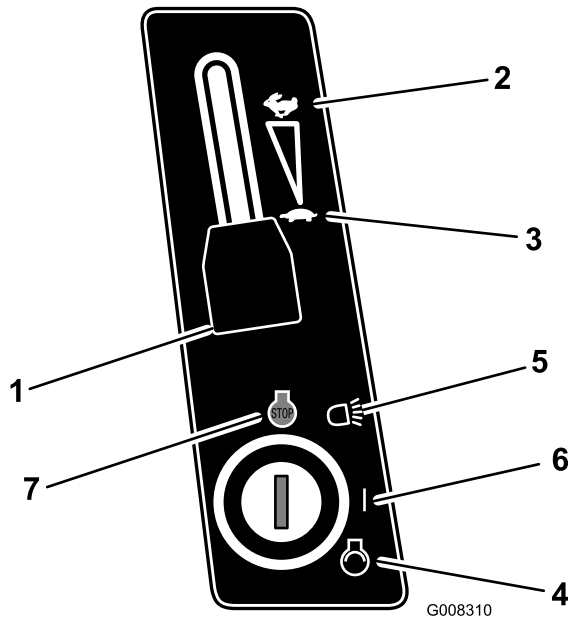

Figura 12
- Al arrancar un motor frío, coloque la palanca de control del acelerador en la posición Estárter (Figura 12).
- Mueva la palanca de control del acelerador a la posición Lento (Figura 12).
- Gire la llave de contacto en el sentido de las agujas del reloj y manténgala en posición Arranque (Figura 12). Cuando el motor arranque, suelte la llave.
- Cuando el motor arranque, mueva lentamente la palanca de control del acelerador a la posición Rápido (Figura 12).
- Ponga el acelerador en Lento (Figura 12).
- Gire la llave de contacto a Desconectado (Figura 12).